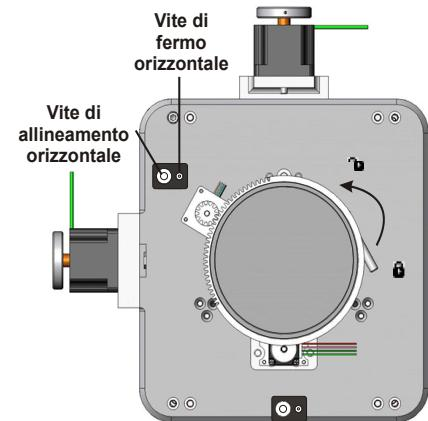
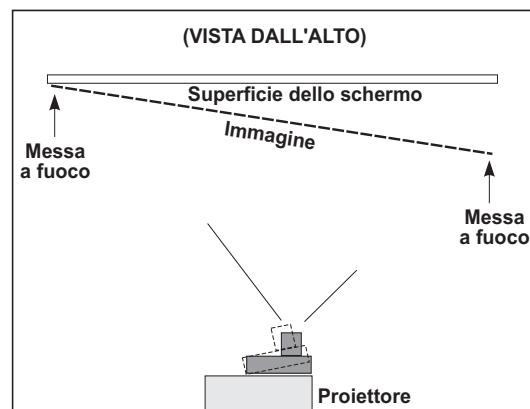

Figura 2-24 Puntamento orizzontale
Figura 2-26 Esempio di puntamento non allineato correttamente visto dall'alto
1. La vite di fermo orizzontale ha la funzione di supporto per mantenere la montatura dell'obiettivo in posizione, una volta applicata. Prima di regolare il puntamento, allentare la **vite di fermo orizzontale**. Vedere **Figura 2-24**.
- Se il lato destro dell'immagine viene messo a fuoco prima che l'obiettivo venga ritratto completamente, l'immagine viene messa a fuoco davanti allo schermo. Vedere **Figura 2-26**. Per risolvere questo problema, regolare la vite del **puntamento orizzontale** (**Figura 2-24**) per dirigere o mirare la montatura dell'obiettivo verso **SINISTRA**, per regolare i lati destro e sinistro.
7. Regolare la **vite di fermo orizzontale** in modo da bloccare le impostazioni. Controllare nuovamente il puntamento. Vedere **Figura 2-24**.